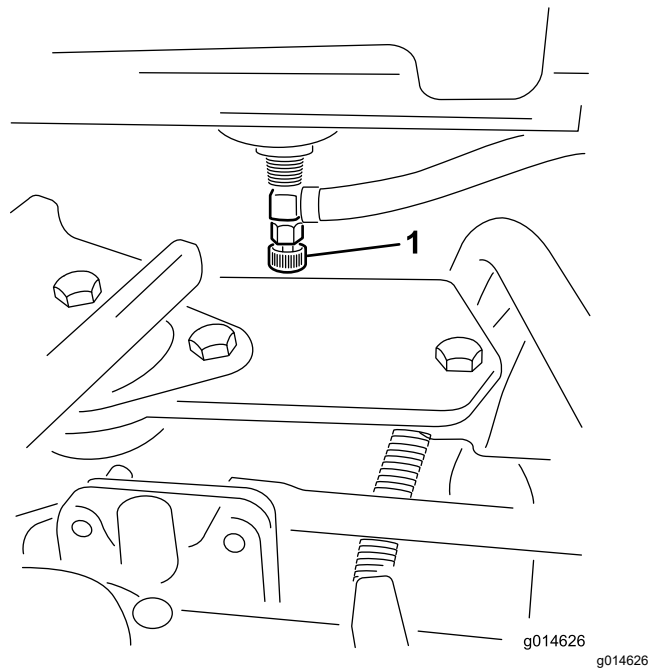

図 37
1. 長期間保管する場合には燃料バルブ 図 37 を閉じておく。